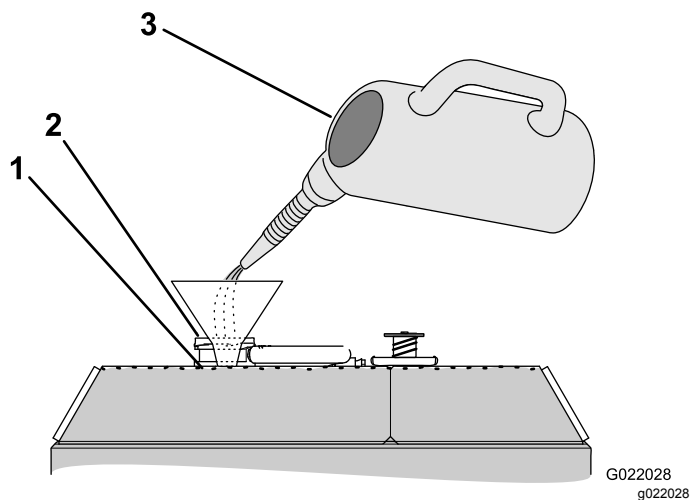

Figura 116
4. Adicione líquido de arrefecimento no radiador até o nível beirar o fundo do bocal de enchimento (Figura 116).